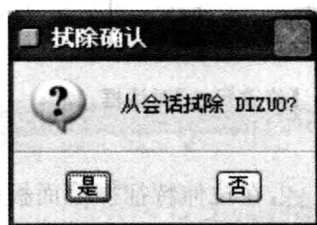

图 1.17 【拭除确认】对话框
②单击按钮 ☒ ,删除旧版本。
③选择【文件】|【拭除】|【当前】命令,弹出【拭除确认】对话框,如图 1.17 所示。